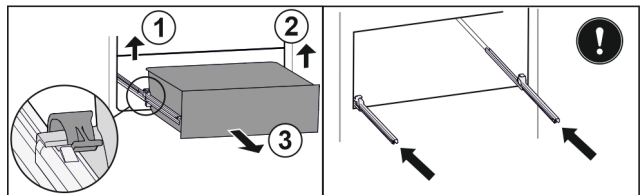

Fig. 78
- ▶ Повдигнете лявата скоба и едновременно с това изтеглете напред чекмеджето отляво. Fig. 78 (1)
- ▶ Повдигнете дясната скоба и едновременно с това изтеглете напред чекмеджето отдясно. Fig. 78 (2)
- ▶ Извадете чекмеджето напред. Fig. 78 (3)